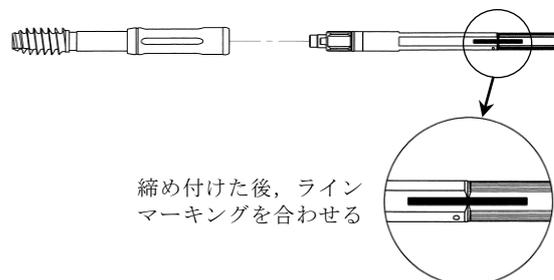
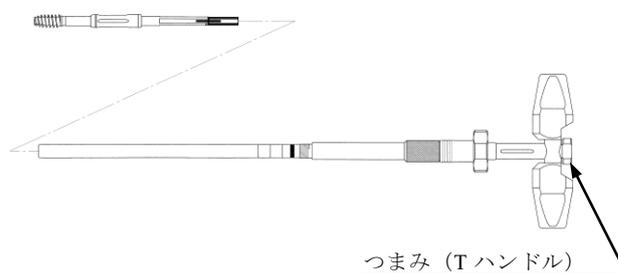

図 1-1
図 1-2
- 1) ラグスクリュー後端にラグスクリュー用インサータを取り付けます。ラグスクリュー用インサータは締め付けた後、ラインマーキングを合わせて下さい。（図 1-1）その後、ラグスクリュー T レンチに挿入し、T ハンドル部のつまみで固定します。（図 1-2）